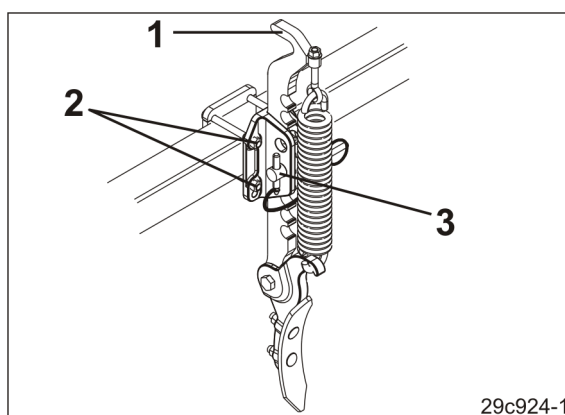

Bild 184
1. Håll spårluckraren för traktorhjul (Bild 184/1) i handtaget.
2. Lossa skruvarna (Bild 184/2) och ställ in spårluckraren för traktorhjul horisontellt.
3. Dra åt skruvarna (Bild 184/2) ordentligt igen.
2. Lossa bultarna (Bild 184/3) och ställ in spårluckraren för traktorhjul vertikalt.
3. Säkra bulten (Bild 184/3) med en låssprint efter genomförd inställning.